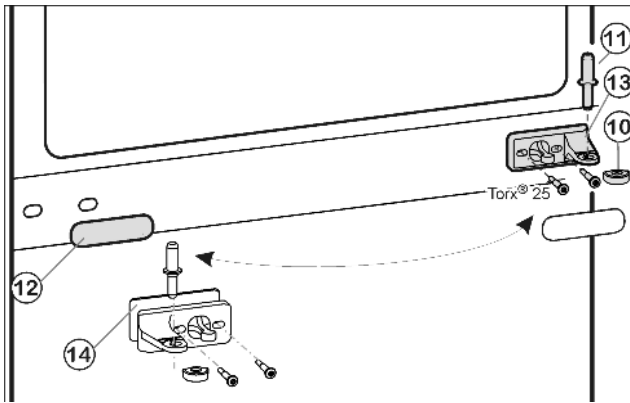
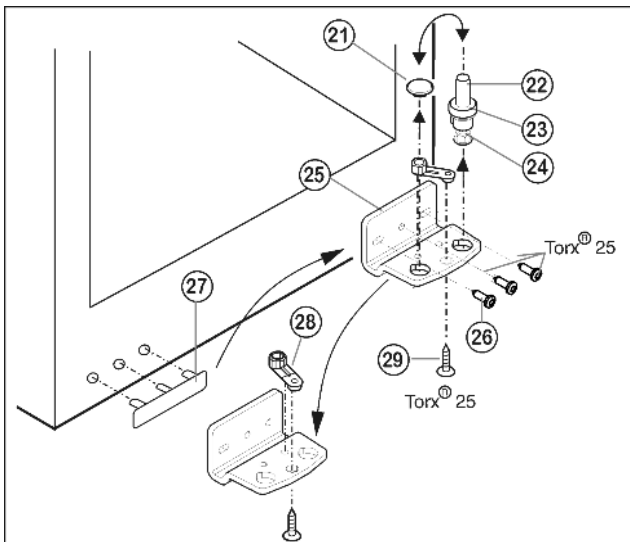

Fig. 6
Fig. 7
- ▶ Retirer le pivot central *Fig. 6 (11)* de sa charnière et de la porte inférieure.
- ▶ Retirer le capuchon en plastique *Fig. 6 (10)*.
- ▶ Dévisser le support d'appui du milieu *Fig. 6 (13)* (2 Torx® 25).
- ▶ Retirer avec précaution le panneau-cache *Fig. 6 (12)*.
- ▶ Visser le support d'appui du milieu *Fig. 6 (13)* avec le support pivoté *Fig. 6 (14)* de 180° sur le nouveau côté charnière (avec 4 Nm).
- ▶ Encliqueter de nouveau le panneau-cache *Fig. 6 (12)* tourné de 180° sur le nouveau côté poignée.
- ▶ Dévisser le pivot *Fig. 7 (22)* complètement avec le disque *Fig. 7 (23)* et le pied réglable *Fig. 7 (24)* vers le haut.
- ▶ Enlever le bouchon *Fig. 7 (21)*.
- ▶ Dévisser *Fig. 7 (26)* le support d'appui *Fig. 7 (25)*.
- ▶ Dévisser l'élément pivotant *Fig. 7 (28)* et le permuter dans le trou opposé du support d'appui.
- ▶ Soulever le cache côté poignée *Fig. 7 (27)* avec précaution et le positionner sur le côté opposé.
- ▶ Revisser à fond le support d'appui *Fig. 7 (25)* sur le nouveau côté charnière en utilisant une visseuse sans fil si nécessaire, avec un couple de serrage de 4 Nm.
- ▶ Replacer le bouchon *Fig. 7 (21)* dans l'autre trou.
- ▶ Replacer le pivot *Fig. 7 (22)* complètement avec le disque et le pied réglable. Faire attention à ce que les ergots d'encliquetage soient tournés vers l'arrière.
- ▶ Placer la porte supérieure par le haut sur le pivot inférieur *Fig. 7 (22)*.
- ▶ Remettre le capuchon en plastique *Fig. 6 (10)* sur le support d'appui central *Fig. 6 (13)*.
- ▶ Placer le pivot du milieu *Fig. 6 (11)* sur le nouveau côté charnière à travers le support d'appui central *Fig. 6 (13)* dans la porte inférieure.
- ▶ Placer la porte supérieure sur le pivot du milieu *Fig. 6 (11)*.
► Aligner éventuellement les portes à la carrosserie grâce aux deux trous longitudinaux dans le support d'appui inférieur *Fig. 7 (25)* et le support d'appui central *Fig. 6 (13)*. Pour cela, dévisser la vis centrale du support d'appui inférieur *Fig. 7 (25)*.